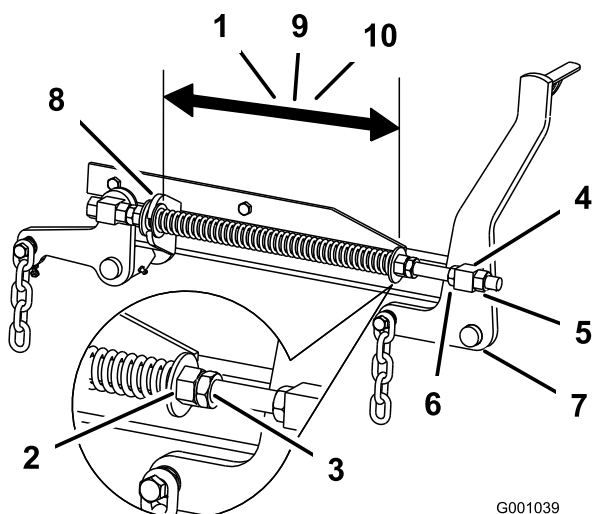

Figure 73
coupe de 60 pouces, ou de 29,2 cm (11,5") pour les tabliers de coupe de 72 pouces (Figure 73).
- Réglez cette distance en desserrant l'écrou de blocage du ressort et en tournant l'écrou devant chaque ressort (Figure 73). Tournez l'écrou dans le sens horaire pour raccourcir le ressort, et dans le sens inverse pour l'allonger.
- Bloquez l'écrou en position en serrant l'écrou de blocage du ressort (Figure 73).